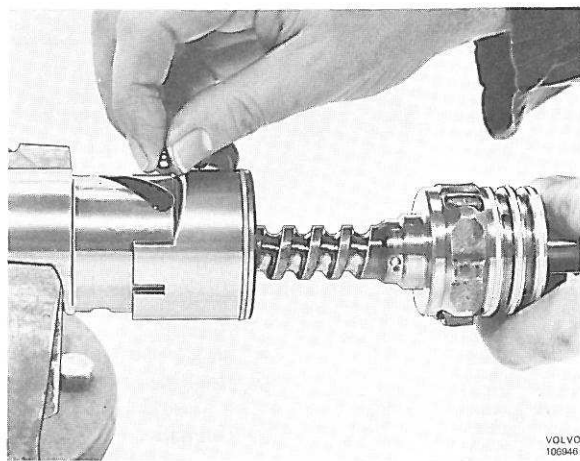

Figure 112. Mise en place des billes
7. Bien fixer le piston dans un étau à mordaches en cuivre. Emmancher la douille (31) sur la vis sans fin de direction. Introduire la vis sans fin dans le piston jusqu'à ce que le sommet de cette vis se place juste devant la première ouverture pour le demi-tuyau. Mettre les billes par cette ouverture, figure 112. Tourner la vis sans fin au fur et à